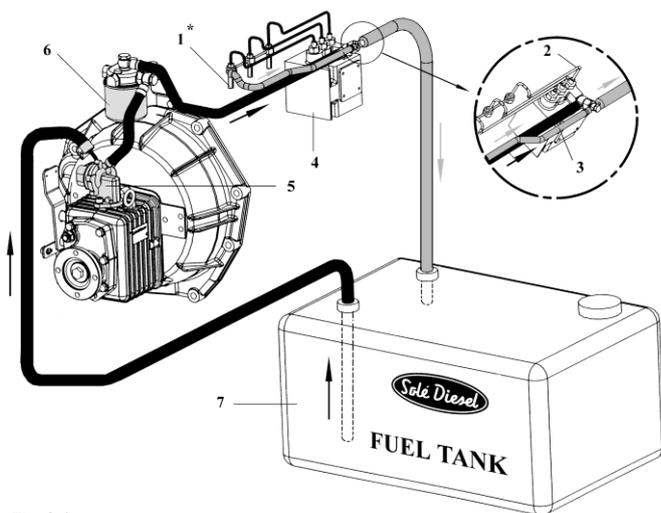
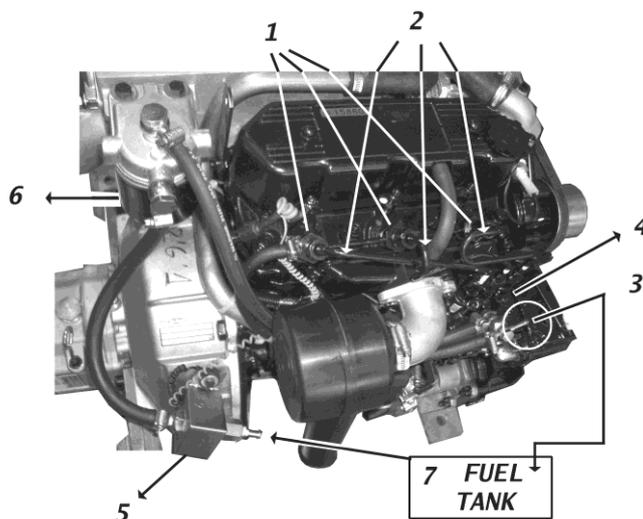

Fig. 2.4
Fig. 2.4A
- (2) Tubos de inyección
- (3) Tubo sobradero de combustible
- (4) Bomba inyectora motor
- (5) Bomba de alimentación. Ver fig. 2.4 para motores con bomba de alimentación mecánica (inversores tipo RONIM-V y SMI-R2/R3). Ver Fig. 2.4A para motores equipados con bomba eléctrica (resto de inversores).
- (6) Filtro combustible.
- (7) Depósito